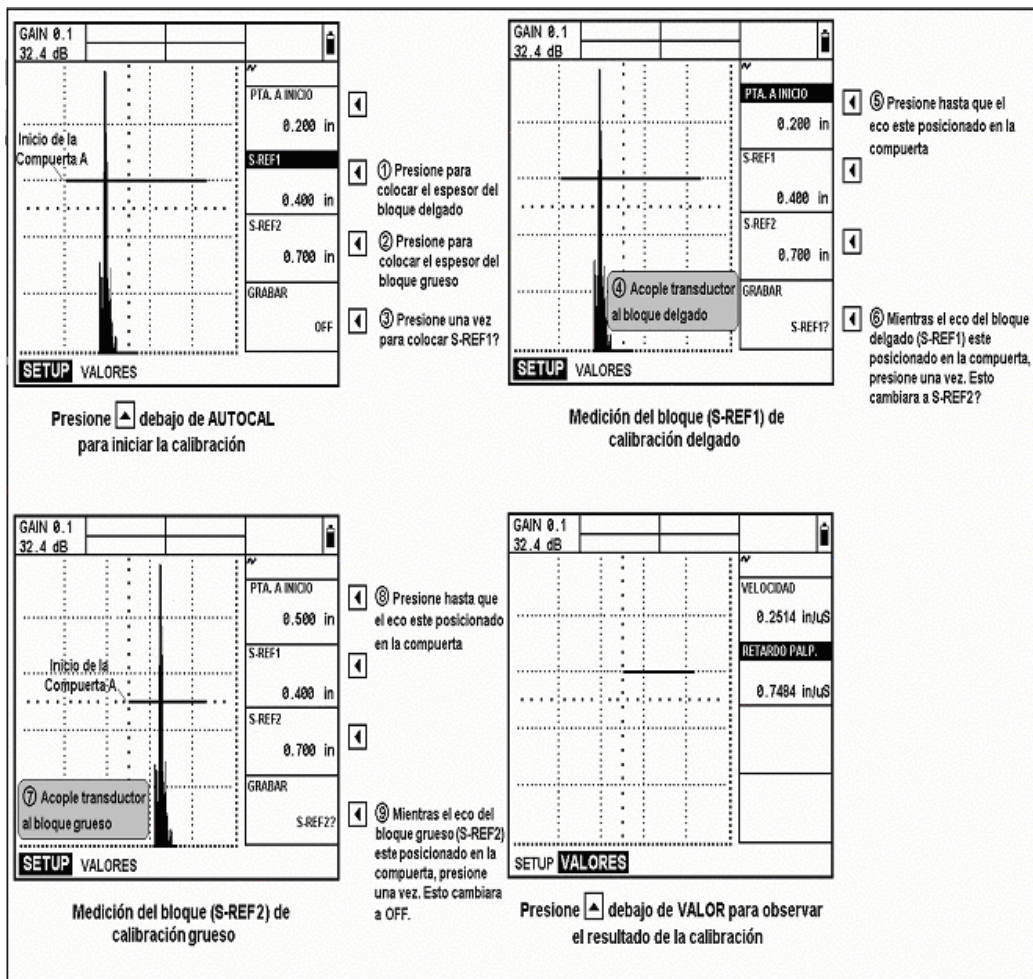

FIGURA 2-6- Procedimiento de Autocalibración
(Leer lo siguiente mientras revisa la Figura 2-6)
- Paso 4: Aplique acoplante y acople el transductor al espesor delgado del bloque de calibración. Presione  que se localiza junto al parámetro titulado COMCOMPUERTA A INICIO. Gire la perilla de funciones (esto cambiará el punto de inicio de la Comcompuerta A) hasta que la posición de la Comcompuerta A este sobre el pulso que corresponde al espesor delgado del bloque de calibración (Figura 2-6).
- Paso 6: Aplique acoplante y acople el transductor al espesor grueso del bloque de calibración. Presione  que se localiza junto al parámetro titulado INICIO COMCOMPUERTA A. Gire la perilla de funciones (esto cambiara el punto de inicio de la Compuerta A) hasta que la posición de la Compuerta A este sobre el pulso que corresponde al espesor grueso del bloque de calibración (Figura 2-6).